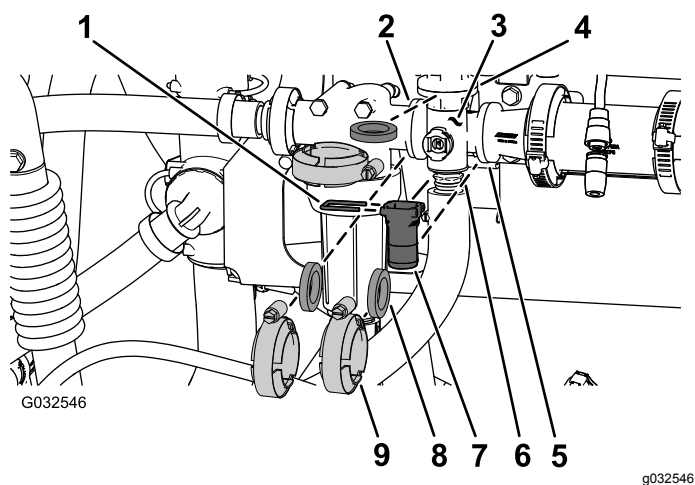

图 100
1. 如图 100 所示取下将搅拌阀歧管固定至搅拌旁通阀、压力式滤清器头、异径管连接头和安装座接头搅拌节流阀的夹具、垫片、快速连接装置及快速连接销。